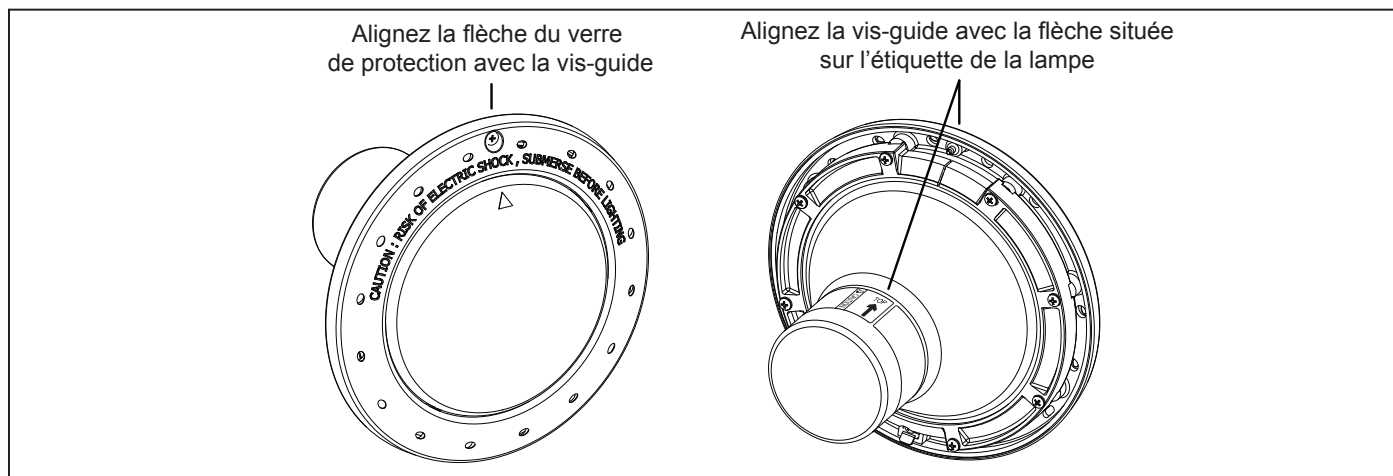

Figure 8. Alignement du verre de protection, de la bague avant, du boîtier et des crochets supports des lampes blanches de piscine
8. Positionnez le verre de protection et le joint sur la lampe. Placez la bague avant et le crochet-support sur le verre de protection et mettez la vis-guide en face de la petite flèche qui se trouve sur le devant du verre de protection. Notez que la petite flèche qui se trouve devant le verre de protection et que la vis-guide de la bague avant doivent être mis en face de la flèche de l'étiquette de la lampe indiquant « La flèche de cette étiquette doit être alignée avec la vis-guide de la bague avant ». Voir la Figure 8.
10. Répartissez le crochet-support du bas sur le câble électrique et faites-le glisser à l'arrière de la lampe sur le crochet-support du haut. Voir la Figure 8.
11. Serrez les huit (8) vis cruciformes de la lampe de piscine ou les six (6) vis cruciformes de la lampe de spa en serrant tour à tour les vis qui sont en face l'une de l'autre. Serrez les vis à environ 20 po-lbs (2,2 Nm). Ne les serrez pas plus qu'il ne faut.